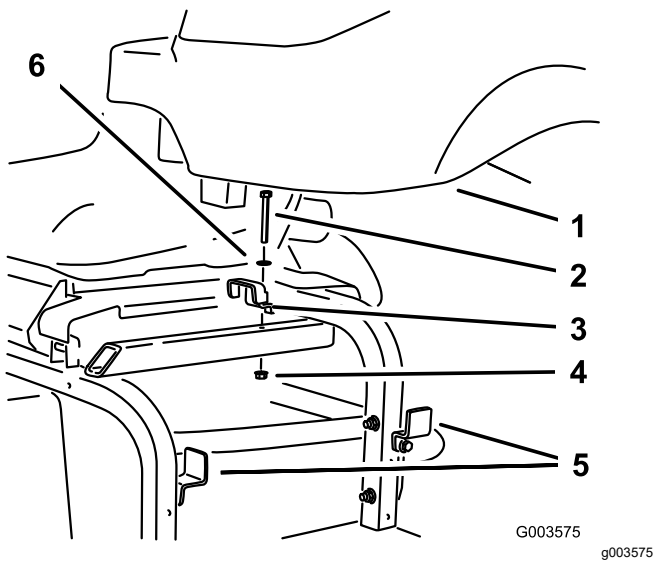

Bild 23
2. Montieren Sie den Hydraulikbehälter am Rahmen und befestigen Sie ihn mit den drei vorher entfernten und gelösten Halterungen (Bild 23).